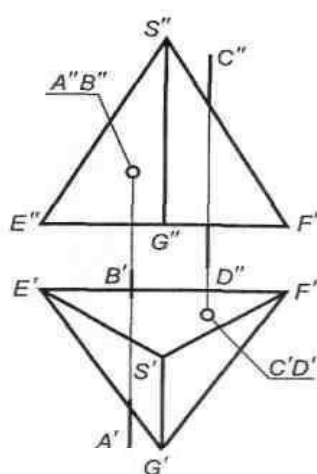

Рис. 20
2. Построить проекции точек пересечения прямых  $AB$  и  $CD$  (рис. 20) с поверхностью пирамиды  $SEFG$ , соблюдая условия видимости.